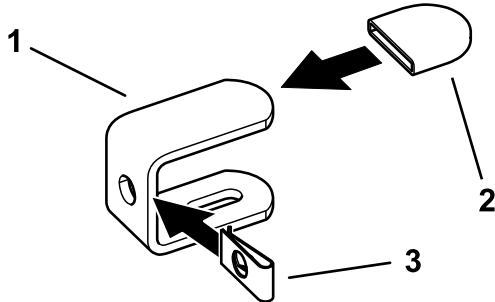

Bild 1
2. Befestigen Sie eine Kappe und Blechmutter an jeder Befestigungshalterung (**Bild 1**).